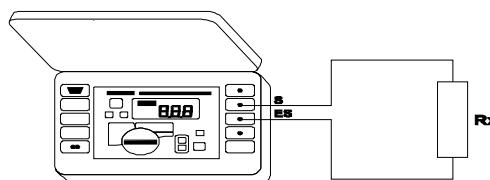

Рис.6. Двухполюсная схема для измерения сопротивления
- Подключить измерительные провода к измерительным гнездам **[2]** и **[3]** с обозначениями „**S**” и „**ES**” соответственно (Рис.6).